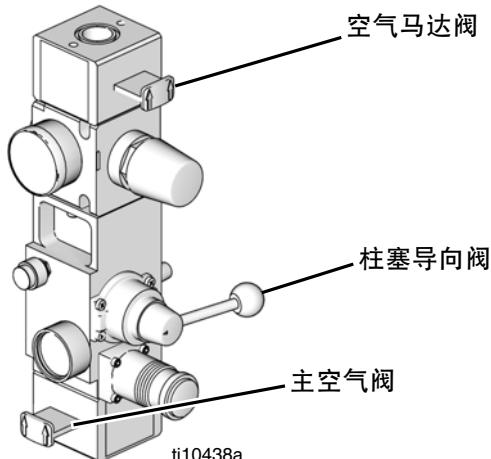

图 6：空气控制模块
2. 对于 **D200s、D200、D60 和 S20** 空气控制器：参见图 6。